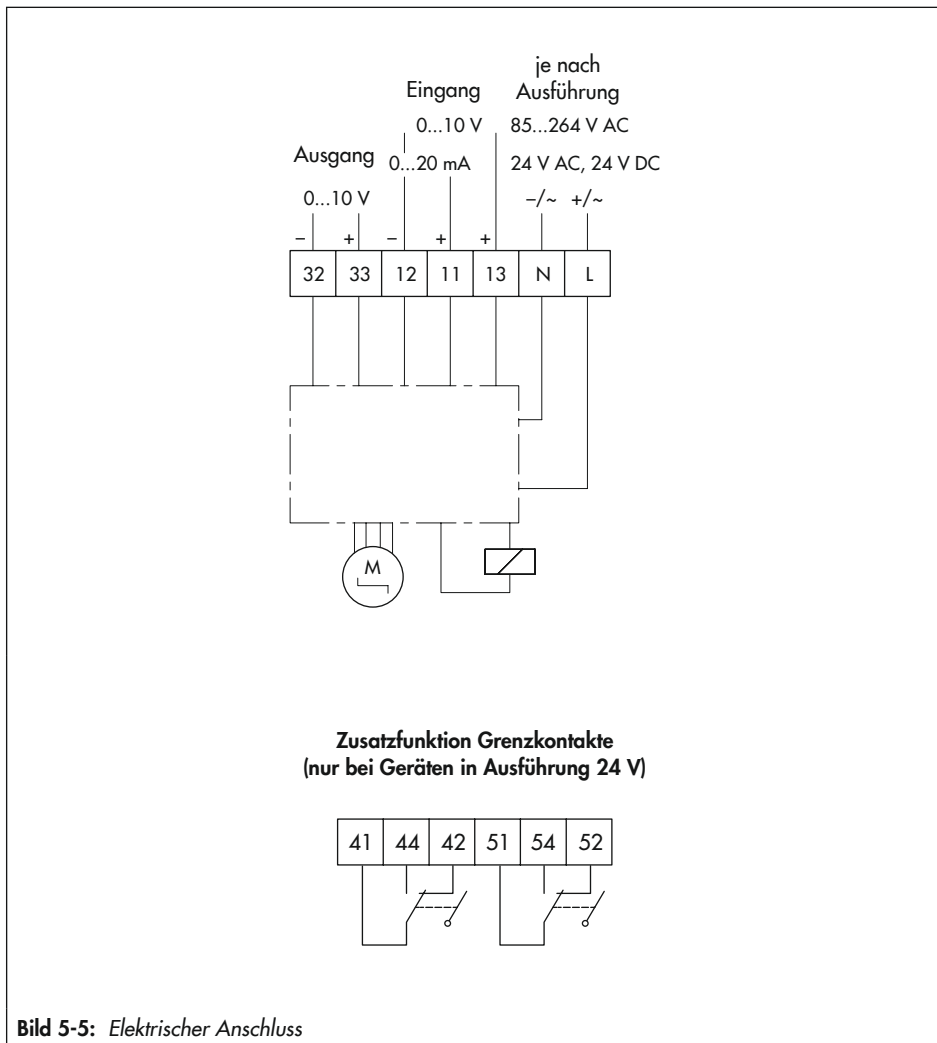

Bild 5-5: Elektrischer Anschluss
- Elektrischen Anschluss nach Bild 5-5 vornehmen.